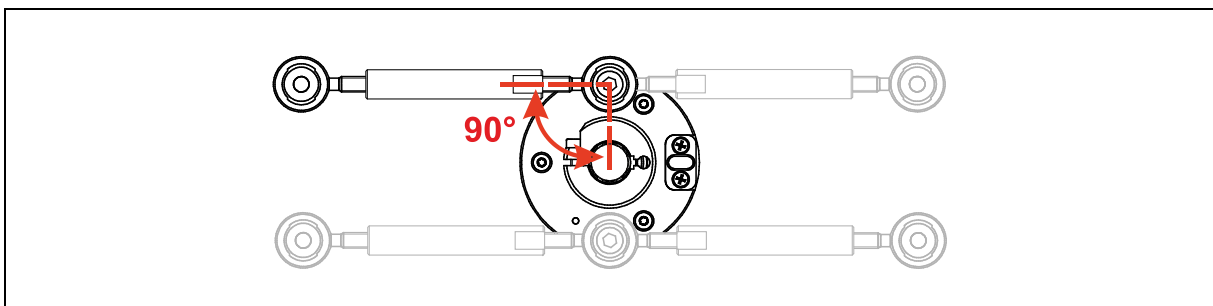

Abbildung 8: Gelenkkopfstab – Montagevarianten
- Um das Mess-System optimal zu stützen, muss der Gelenkkopfstab im 90°-Winkel zur Verbindungslinie von Gewindebohrung zum Wellenmittelpunkt montiert werden, siehe Abbildung 8.